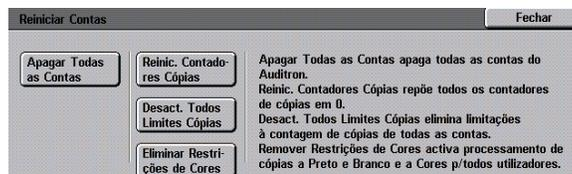

Figura 11: Ecrã Reiniciar Contas
**1** No ecrã Administração do Auditron, prima **Reiniciar Contas** para visualizar o ecrã Reiniciar Contas, tal como ilustrado na Figura 11.